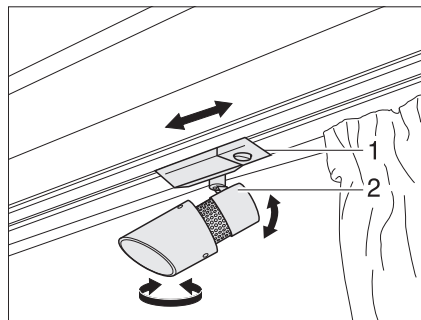

Fig. 62 Foco
- Coger la carcasa (Fig. 62,2) y girarla.
- Coger el soporte (Fig. 62,1).